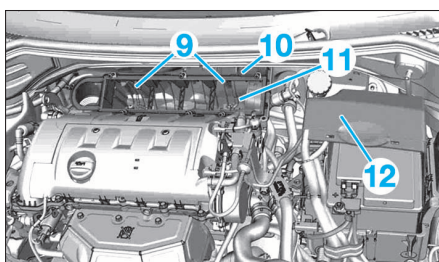

FIG. 3
- Déposer les vis de fixation (9) (Fig.3).